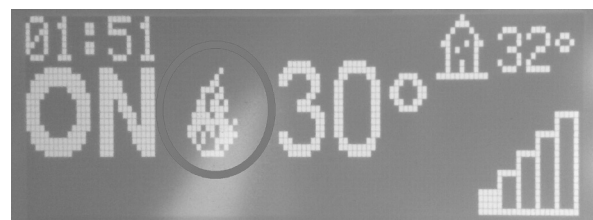

Fig. 5 - Płomień mały
- Jeśli wartość temperatury otoczenia przekroczy ustalony limit na klawiaturze ustawiania temperatury, moc cieplna jest przywracana do minimum, wyświetlając **płomień mały** (patrz Fig. 5). Gdy temperatura otoczenia wraca poniżej ustawionej temperatury, piec wraca do ustawionej mocy.